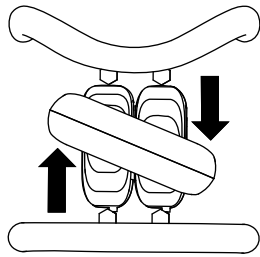

Bild 8
- Drehen Sie den Fahrtriebshebel nach rechts, um nach rechts zu fahren (**Bild 8**).